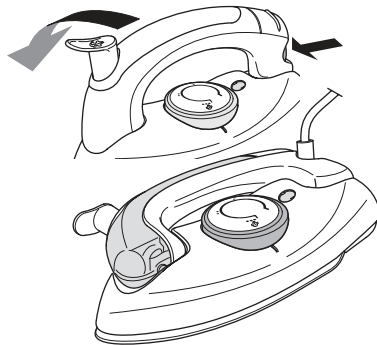

Figure 5 Repliage de la poignée
6. Repliez la poignée ; pour ce faire, vous enfoncez le bouton de blocage à l'arrière de la poignée et vous poussez la poignée vers le bas (voir la figure 5).